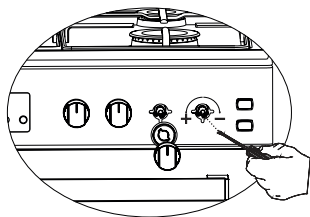

Figure 6
7. Pour ajuster votre four en fonction du type de gaz, effectuez le réglage pour une flamme réduite en tournant avec un petit tournevis comme indiqué ci-dessous sur la vis au milieu des robinets à gaz ainsi que les changements du gicleur. (Figure 6 et 7)